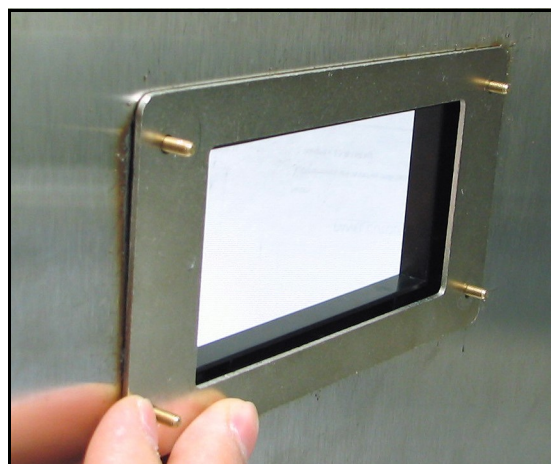

Abbildung 18: Aufsetzen der Trägerplatte
3. Setzen Sie hinter der Tafel die Trägerplatte aus Metall auf die vier Montageschrauben für die Adapterplatte auf (siehe Abbildung 18).